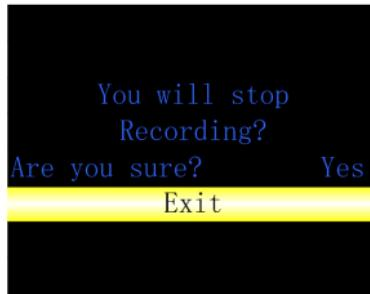

Figure 5.8 Menu d'arrêt d'enregistrement
- 2) Lorsque « Enregistrement » est « ON », le sélectionner pour entrer dans le menu arrêt de l'enregistrement indiqué à la Figure 5.8. L'information d'invite « You will stop recording ? Are you sure ? (Vous allez arrêter l'enregistrement ? Êtes-vous sûr ?) apparaît sur l'interface, sélectionnez « Exit » (Quitter) après avoir réglé sur « Yes » pour quitter l'interface d'arrêt d'enregistrement pour entrer dans l'interface de mesure ; sélectionnez « Exit » (Quitter) après avoir réglé « No » pour entrer dans l'interface qui poursuivra l'enregistrement.